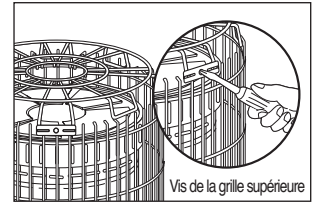

Fig.7
E.) INSTALLER LE DISPOSITIF DE PROTECTION SUPÉRIEUR : (Fig. 7)